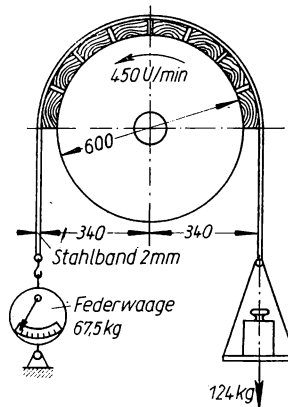

Bild 275
**419.** An einem Dieselmotor wurden beim Bremsversuch folgende Werte gemessen: Bremsscheibendurchmesser 600 mm, Drehzahl 450 U/min, Waagschalenbelastung 124 kg, Federwagenbelastung 67,5 kg. Das 2 mm dicke Stahlband ist mit Holzklötzen von 40 mm Dicke gefüttert (Bild 275). Gesucht wird a) die Bremskonstante; b) die Bremskraft, bezogen auf den Umfang der Scheibe; c) die abgebremste Nutzleistung des Motors.